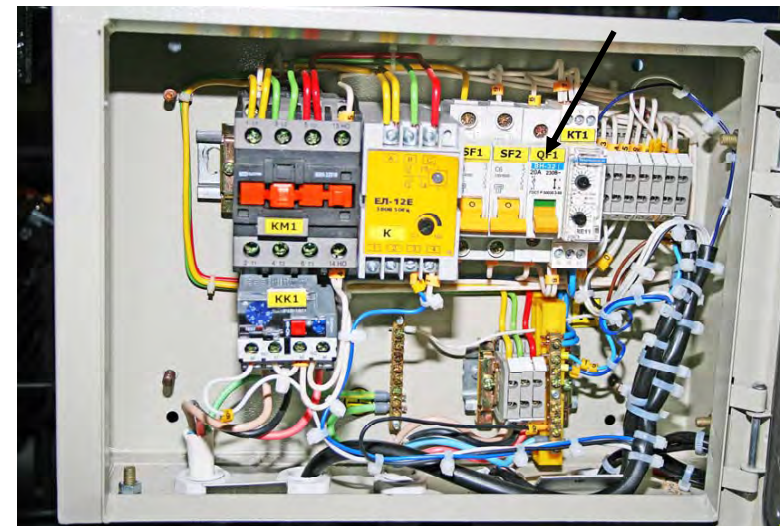

Рисунок 32
- перевести тумблер QF1 (рисунок 32) на щите управления компрессором в положение ВКЛ;